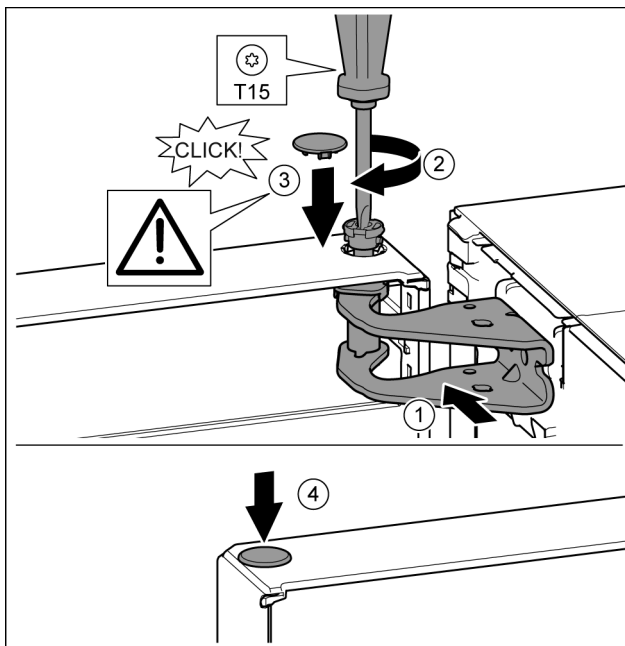

Fig. 20
- ▶ Tür oben zur Öffnung im Lagerbock ausrichten. Fig. 20 (1)
- ▶ Bolzen einsetzen und mit Schraubendreher T15 festschrauben. Fig. 20 (2)
- ▶ Sicherungsabdeckung zur Sicherung der Tür montieren: Sicherungsabdeckung einsetzen und kontrollieren ob sie auf der Tür aufliegt. Ansonsten Bolzen vollständig einsetzen. Fig. 20 (3)
- ▶ Stopfen einsetzen. Fig. 20 (4)